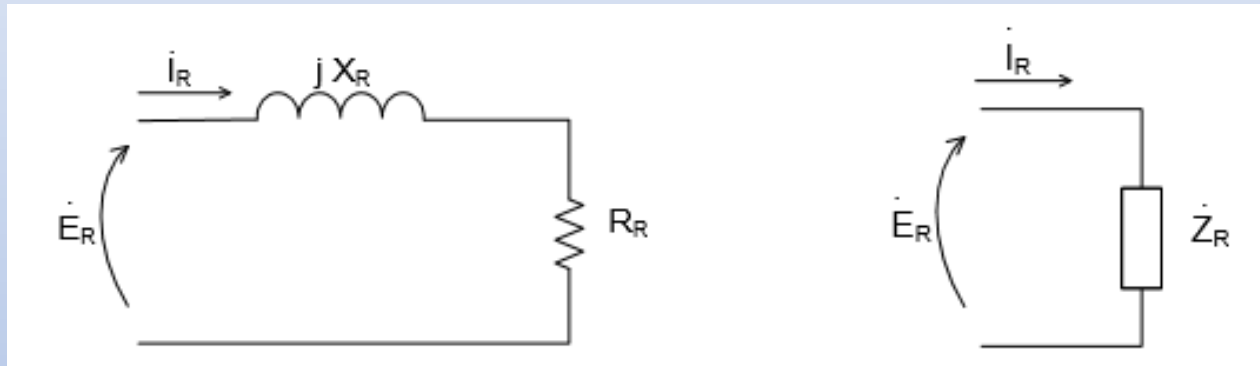

Fig. 1
- ❑ O circuito elétrico equivalente ao rotor do MIT, por fase, tem o aspecto da Fig. 1